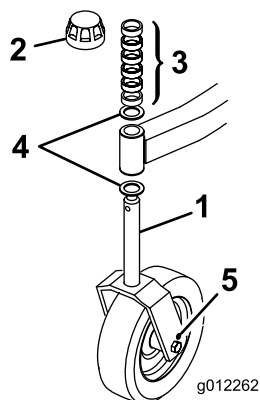
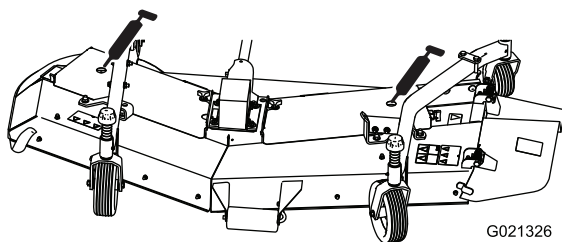

図 14
図 18
注 低い刈り高で刈り込む場合には、刈り込みデッキ後部を下げておく方がよりきれいな刈りあがりとなります。デッキ後部を下げるには後キャストホイールの車軸をキャストフォークの上穴に取り付けます(図 14)。高い刈り高で、刈りあがりをあまり気にせず刈り込む場合には、キャストホイールの車軸をキャストフォークの下穴に取り付けておいてください。
2. スピンドルシャフトからテンショニングキャップを外す。希望の刈り高に合わせて、キャストのスピンドルにスペーサを入れる(図 18と 19)。その上からワッシャ(図 14)をスピンドルに通す。
3. 前キャストアームにキャストスピンドルを通し、もう1枚のスラストワッシャと残りのスペーサをスピンドルに取り付け、テンショニングキャップでアセンブリを固定する(図 14)。
- ブレードスピンドルのベアリング各2ヶ所 図 18